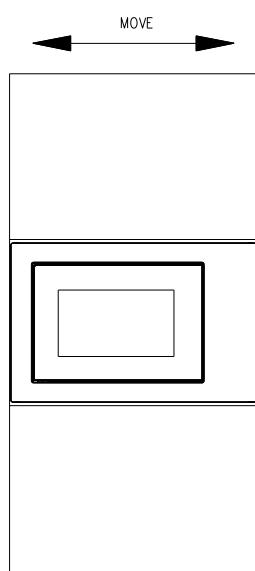

Figura 3
3. Deplasați produsul în paralel în dulap de bucătărie potrivit direcției săgeții din figură și mențineți-l centrat (figura 3).